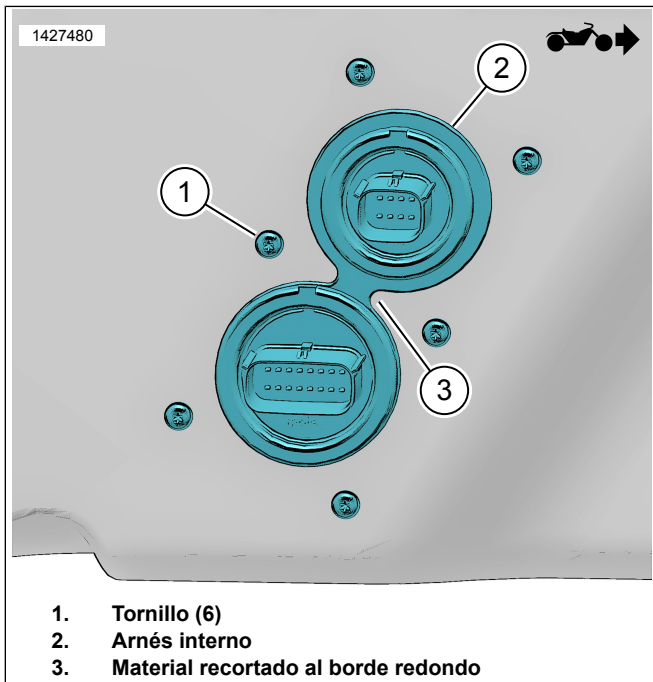

Figura 3. Arnés interior
- d. Vea la Figura 3. Recorte el material al borde redondo (3).
11. Vea la Figura 3. Instale el arnés interno (2).